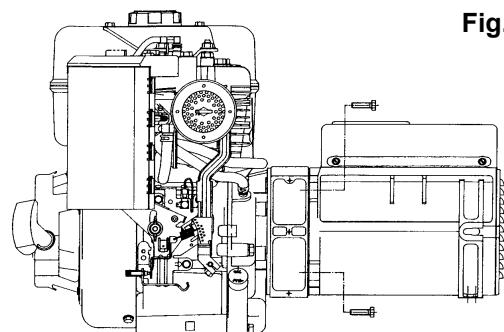

Fig. 2
-) Fissare il corpo macchina sulla flangia con le apposite viti M8 applicando una coppia di serraggio pari a $17\pm7\%$ Nm (fig. 2).
-)Secure the alternator to the flange with proper M8 screws applying a tightening torque of $17\pm7\%$ Nm (fig. 2).
-)Fixer le corps de la machine au flasque avec les vis M8 en appliquant un couple de serrage de $17\pm7\%$ Nm (fig. 2).
-) Den Generator auf den Flansch mit den passenden Muttern und Schrauben M8 befestigen und mit einem Drehmoment von $17\pm7\%$ Nm festziehen (abb. 2).
-)Fijar el cuerpo de la máquina a la brida con los tornillos M8 y aplicando un par de torque de $17\pm7\%$ Nm (fig. 2).